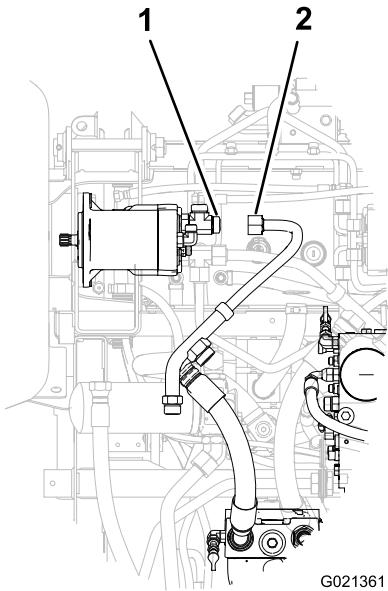

Figura 6
1. Remova a porca do tubo do tubo divisor do encaixe em T no motor de tracção direito dianteiro e remova o tubo da máquina (Figura 6).